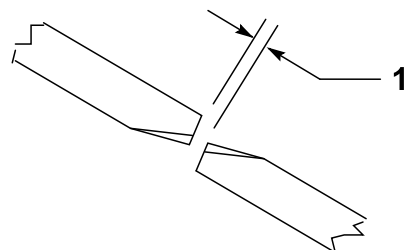

図 28
カッティングユニットが適切に作動できるように、ウイング側と中央のブレードとの間に 10-16 mm の隙間を確保してください 図 28。
- 中央のブレードとその隣のウイングブレードを手で回してブレードの先端どうしを整列させる。刃先と刃先との間の距離を測定する 図 28。